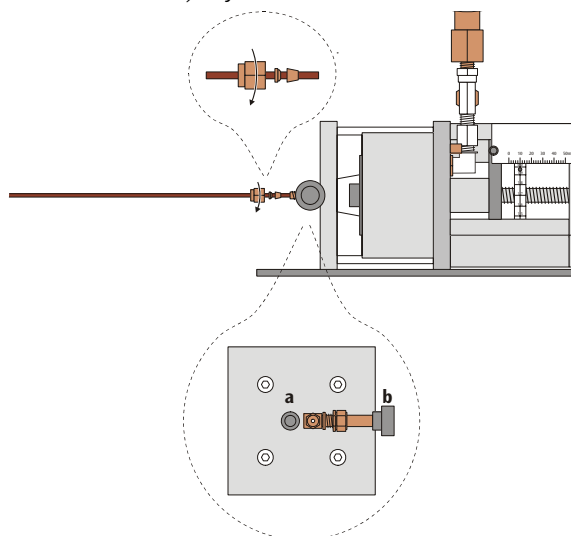

Fig. 3: conexão da tubulação fixa
- Colocar o aparafusamento tubular incluído no fornecimento sobre a tubulação começando com a porca de inserção (veja fig. 3, seqüência e direcionamento como indicada no conector de cabos!).